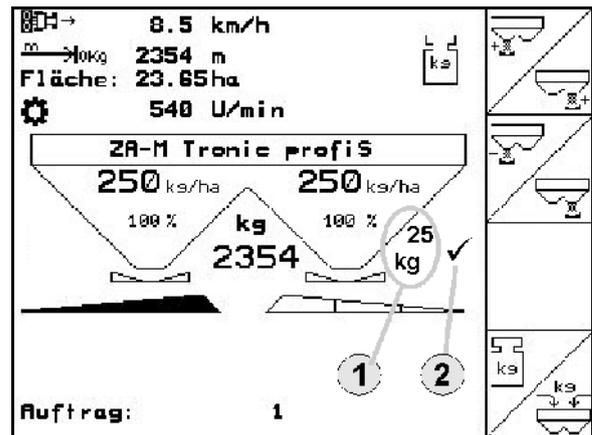

Fig. 33
- I arbeidsmenyen vises den utlagte gjødselmengden (Fig. 33/1).
- I arbeidsmenyen vises det når det er utlagt 200 kg gjødsel (Fig. 33/2).